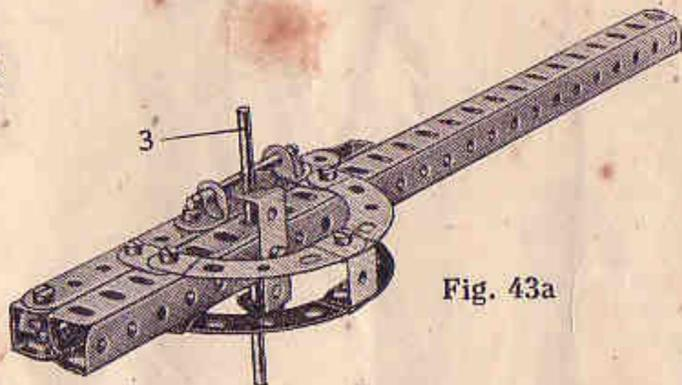

Fig. 43a
La construction de ce modèle vous sera facilitée si vous vous rapportez aux Fig. 43a et 43b. Le mouvement de la manivelle (1) fait pivoter le canon sur la poulie de 75 mm. (2). Le tube du canon est équilibré de telle sorte sur la tringle (3) qu'il tend à s'incliner entraîné par son propre poids, mais on commande ce mouvement par une corde 4 attachée au canon près de la culasse et enroulée sur une tringle de 7 cm. (5). En tournant la poulie (6) on peut relever ou abaisser le tube du canon.